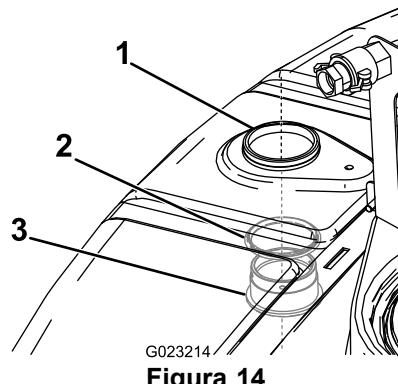

Figura 14
2. Instale o anteparo e anel de retenção a partir do interior do depósito através da abertura cortada previamente (Figura 14).